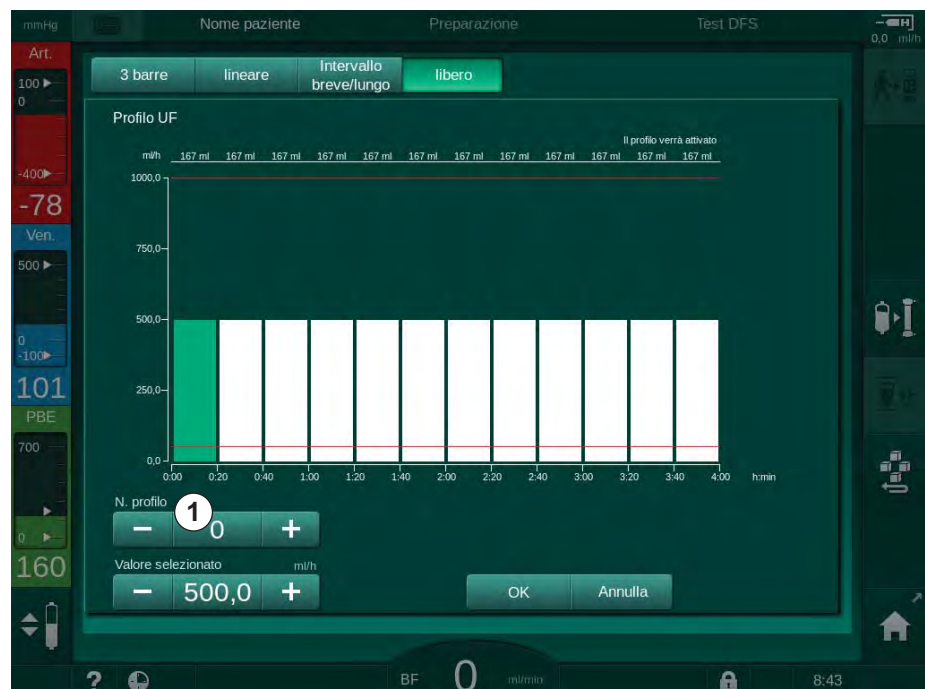

Fig. 5-15 Selezione del profilo UF
- Per poter selezionare uno dei 10 profili modificabili a piacere, toccare l'icona + o - nella casella *Profilo n.* (Fig. 5-15 , ① ) oppure immettere il numero da 1 a 10 direttamente nel campo.